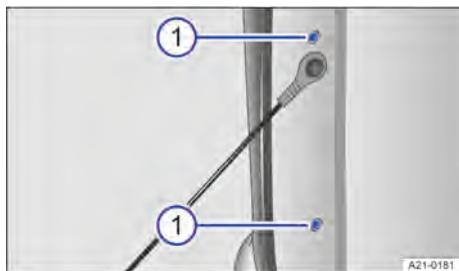

Fig. 158 Lateralmente no compartimento de carga: remover a lanterna traseira.
4. Remover dois parafusos com a chave de fenda → Fig. 158 ①.
13. Apertar dois parafusos com a chave de fenda → Fig. 158 ①.